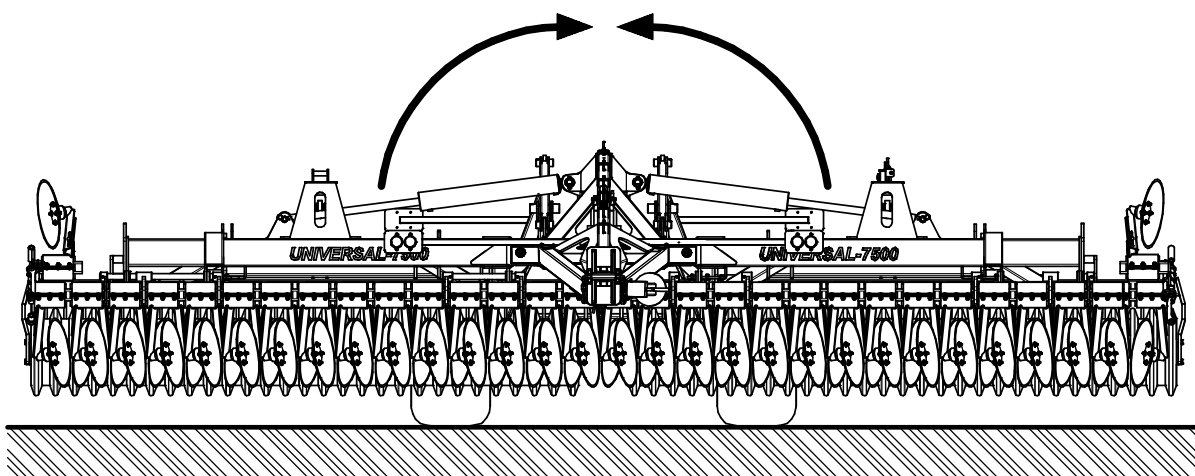
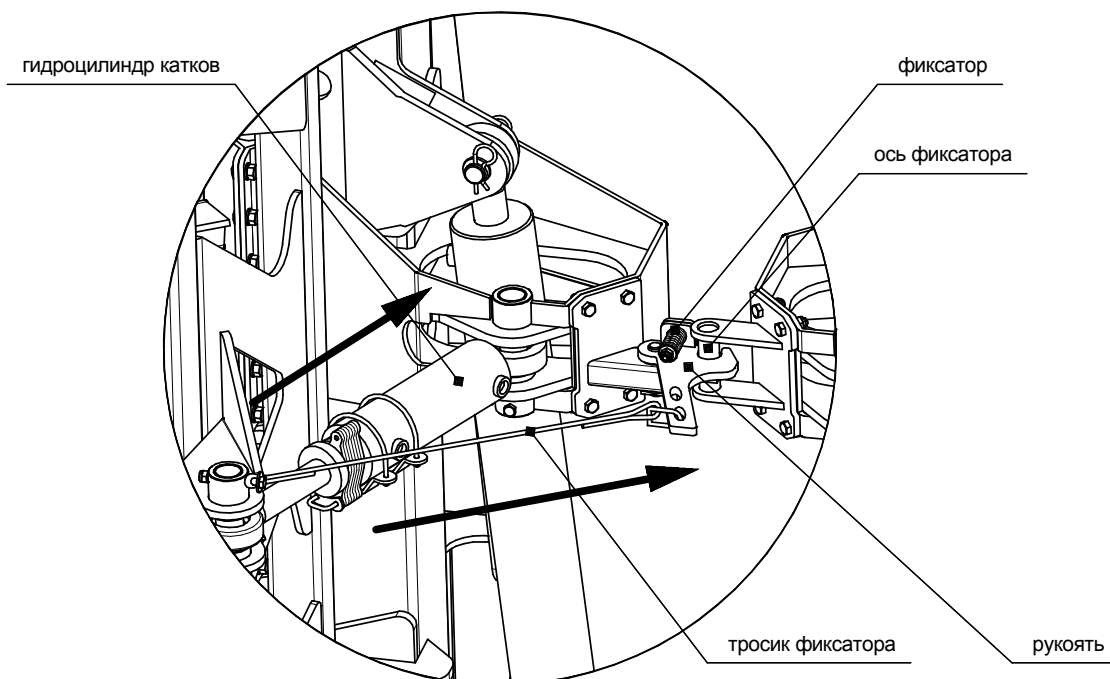

Рис. 1.9.1-Перевод агрегата в транспортное положение. ДПМ-7500 "Универсал" / "Универсал Т" (вид спереди)
Рис. 1.9.2-Фиксатор транспортного положения крыльев. Дисковая почвообрабатывающая машина ДПМ-7500 "Универсал" / "Универсал Т"
3. С помощью рычагов управления гидравлики крыльев поднимите их (рис. 1.9.1), таким образом, чтобы фиксатор транспортного положения закрылся (рис. 1.9.2).
- 3.1 Убедитесь, что фиксатор транспортного положения крыльев защелкнулся (рис. 1.9.2)